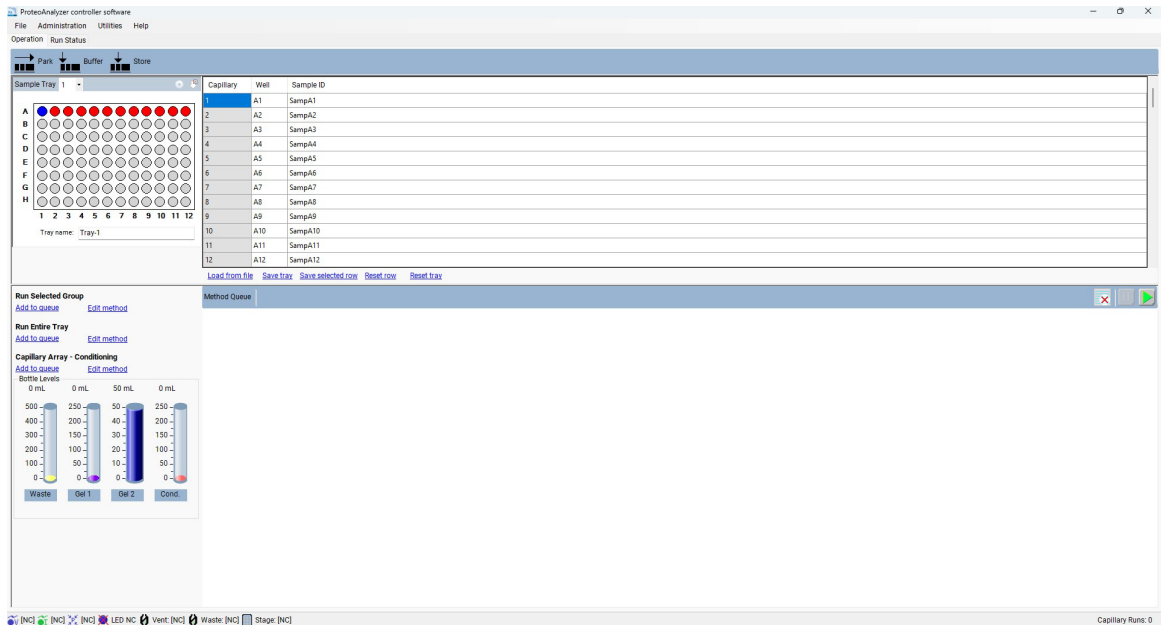

Figure 79 Ajout manuel des noms d'échantillon
- 3 Sélectionnez **Save tray** (Enregistrer la plaque) ou **Save selected row** (Enregistrer la rangée sélectionnée) pour enregistrer le fichier au format .txt ou .csv (Figure 79).